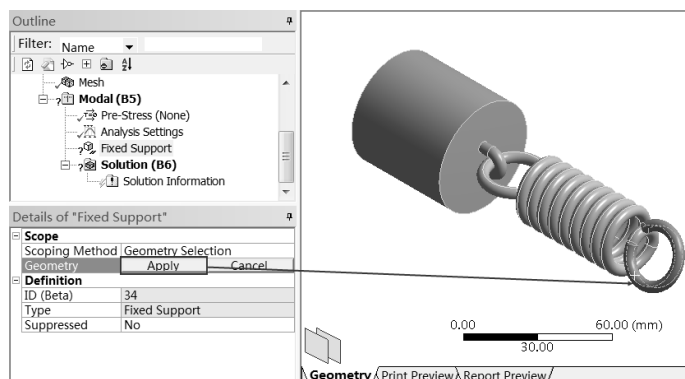

图 9-62 施加固定约束
Step3：单击工具栏中的 （选择面）按钮，然后选择工具栏 按钮中的 ，使其变成 （框选择）按钮，选择 Fixed Support 选项，选择实体单元的一端（位于 X 轴最大值的一端），确保 Details of “Fixed Support” 面板 Geometry 栏中出现 2Faces，表明上述两个面被选中，此时可在选中面上施加固定约束，如图 9-62 所示。